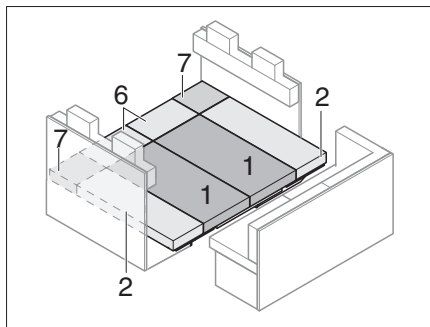

Fig. 194 Après la transformation
- Placer les coussins d'assise, les dossiers et les coussins supplémentaires comme montré en Fig. 194.